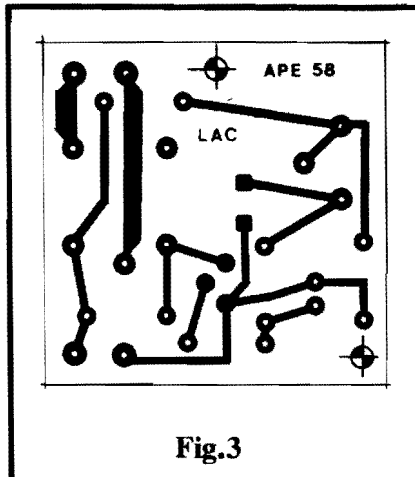

Fig.3
- FIG. 3 - LAY OUT DO CIRCUITO IMPRESSO ESPECÍFICO - Visando uma certa robustez à montagem final, não procuramos excessiva miniaturização (ainda que mantendo as coisas tão compactas quanto possível...), com o que não ocorrem “congestionamentos” que poderiam complicar a confecção (principalmente aos iniciantes...). Assim, o padrão cobreado (visto em tamanho natural, escala 1:1, portanto, na figura...) é de fácil realização, por qualquer das convencionais técnicas de Impressos. De qualquer modo, vale a “eterna” recomendação de conferência rigorosa, ao final, para